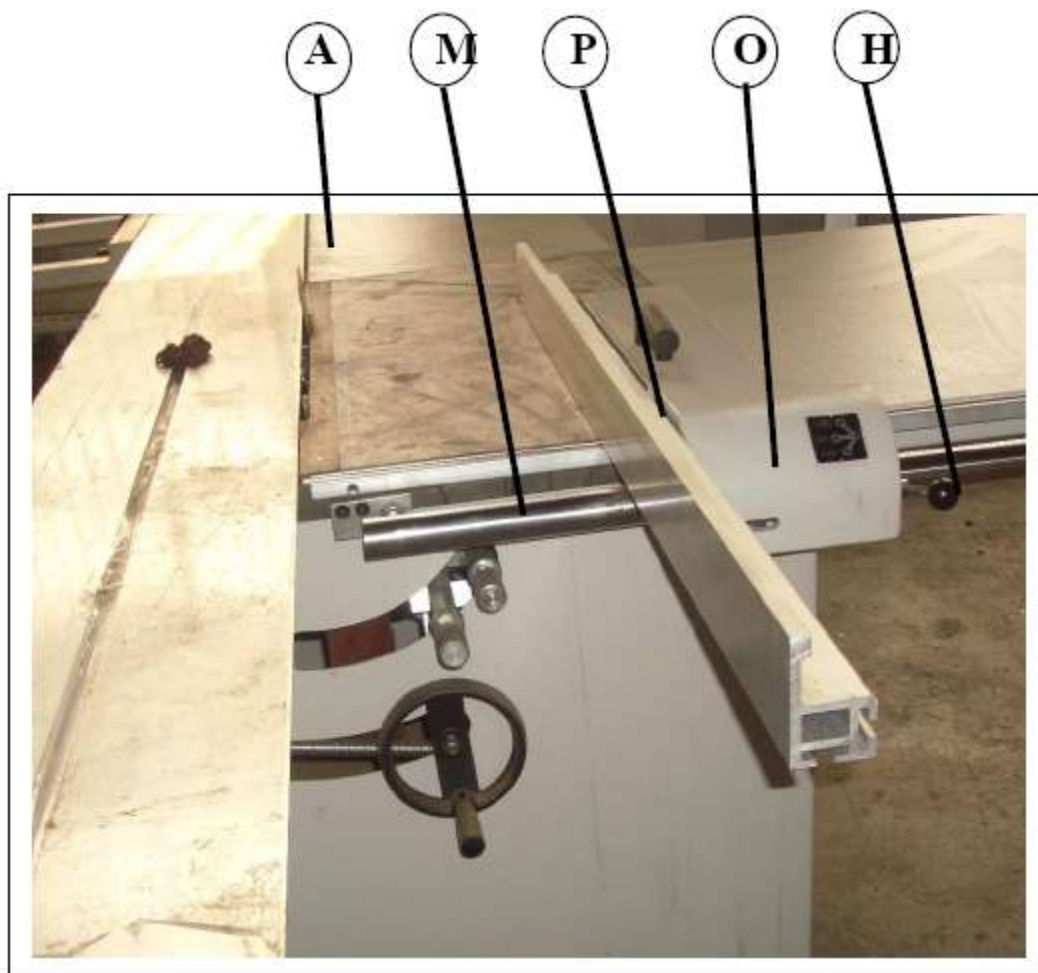

Рис. 2.11
В целях безопасности транспортировки круглая планка Н (рис. 2.11) может быть снята.
- Вставьте винты, которые уже установлены в круглую планку (никогда не удаляйте эти винты), в отверстия рабочего и дополнительного столов (рис. 2.11), закрепите их в правильном положении с помощью подходящих гаек S (рис. 2.18).
- Прикрепите линейку М (рис. 2.11) с подвижной метрической линейкой к фиксированному столу и дополнительному столу А (рис. 2.11) с помощью подходящих винтов.
- Вставьте опору О (рис. 2.11) в круглую планку Н (рис. 2.11).
- Установите алюминиевую линейку Р (рис. 2.11).